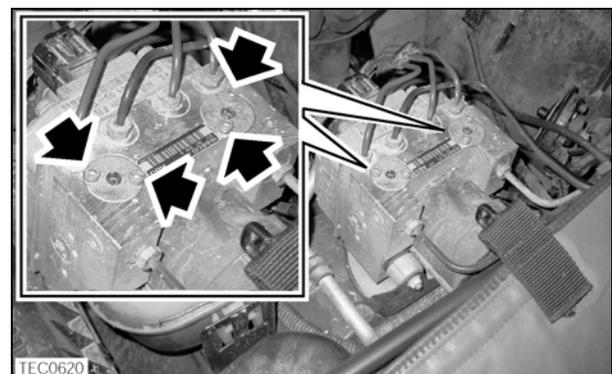

Fig. 3
3. Svitare e gettare le quattro viti Allen che fissano le piastre di reazione della valvola riduttrice di pressione (indicate dalle frecce nella fig. 3).